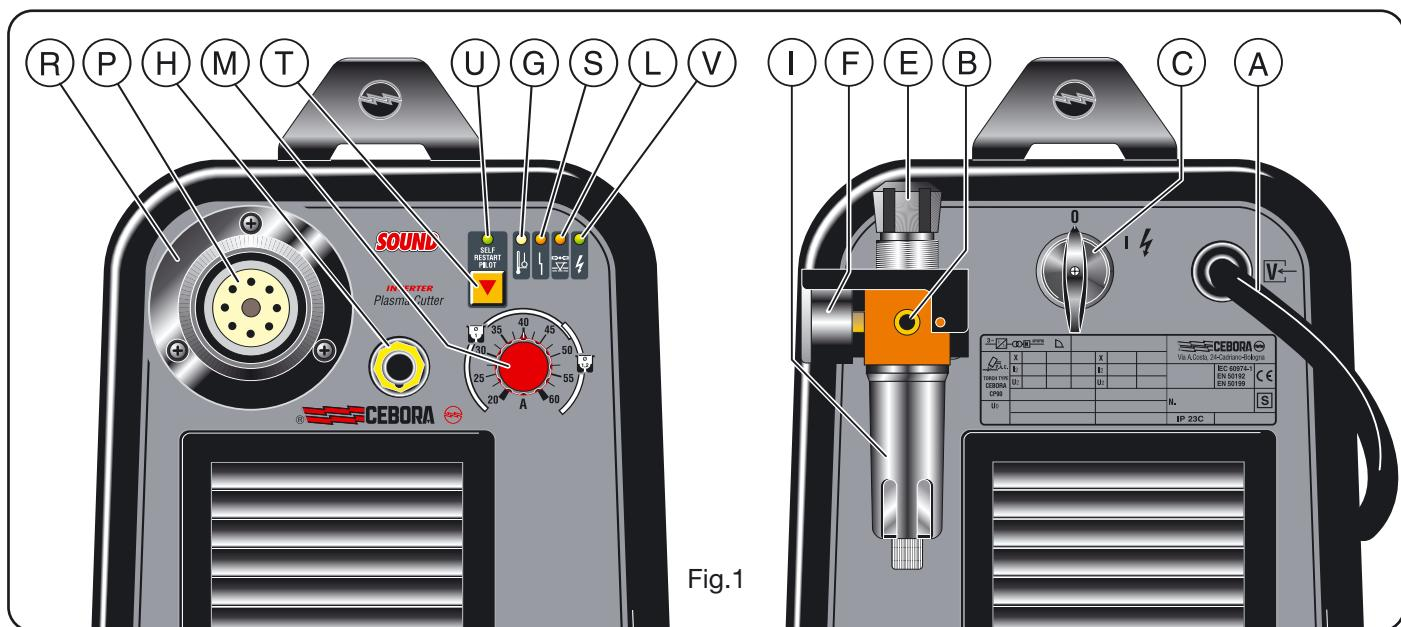

Fig.1
### 2.1 MONTAŻ PALNIKA (Rys. 1)
1) Służy do unikania przeciążeń. Wskazuje to stałe zapalona dioda **G** (zobacz Rys.1).
Umieszczone są na wejściu do palnika, uniemożliwiają spadek ciśnienia poniżej pewnego poziomu. Dioda LED **L** zapala się, gdy zostanie wykryty błąd (zobacz Rys.1). Migająca dioda **L** oznacza, że ciśnienie spadło poniżej poziomu 3.2 ÷ 3.5 bar.
W przypadku czynności konserwacyjnych wykonywanych we wnętrzu urządzenia, należy dopilnować, by przełącznik **C** znajdował się w pozycji "O", a **przewód zasilający był rozłączony od źródła zasilania**. Należy również sprawdzić, czy kondensatory IGBT nie znajdują się pod napięciem. Pomimo, iż urządzenie zostało zaopatrzone w urządzenie automatycznie odprowadzające wodę skroploną uruchamiane za każdym razem, gdy jest wyłączany dopływ powietrza, dobrą praktyką jest okresowe sprawdzenie, czy we wnętrzu urządzenia nie zbierają się zanieczyszczenia w zbiorniku wody I (Rys.1). Zaleca się również okresoweoczyszczenie wnętrza urządzenia ze zbierającego się tam kurzu, przy użyciu skompresowanego powietrza.